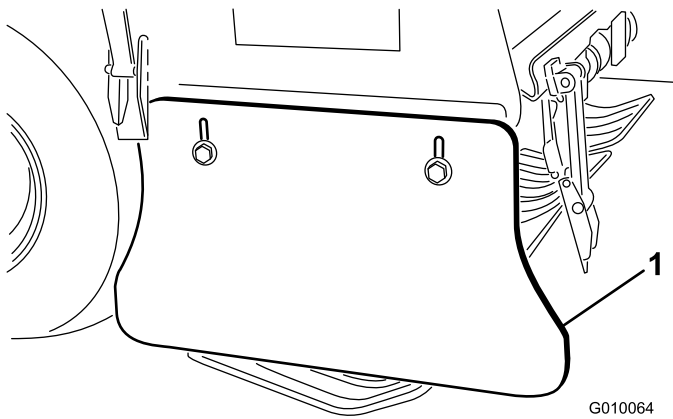

Bild 63
1. Lösen Sie die Schrauben und Muttern, mit denen das seitliche Schutzblech am Rahmen befestigt ist (Bild 63).